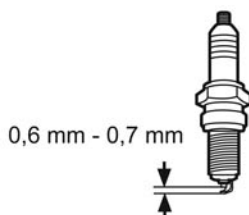

Fig. 38
- > Desconecte el conector de bujía (1).
- > Afloje la bujía con la herramienta múltiple (39) y retírela con cuidado.
- > Revise el orificio de bujía. Debe ser de 0,6 - 0,7 mm (Fig. 38).